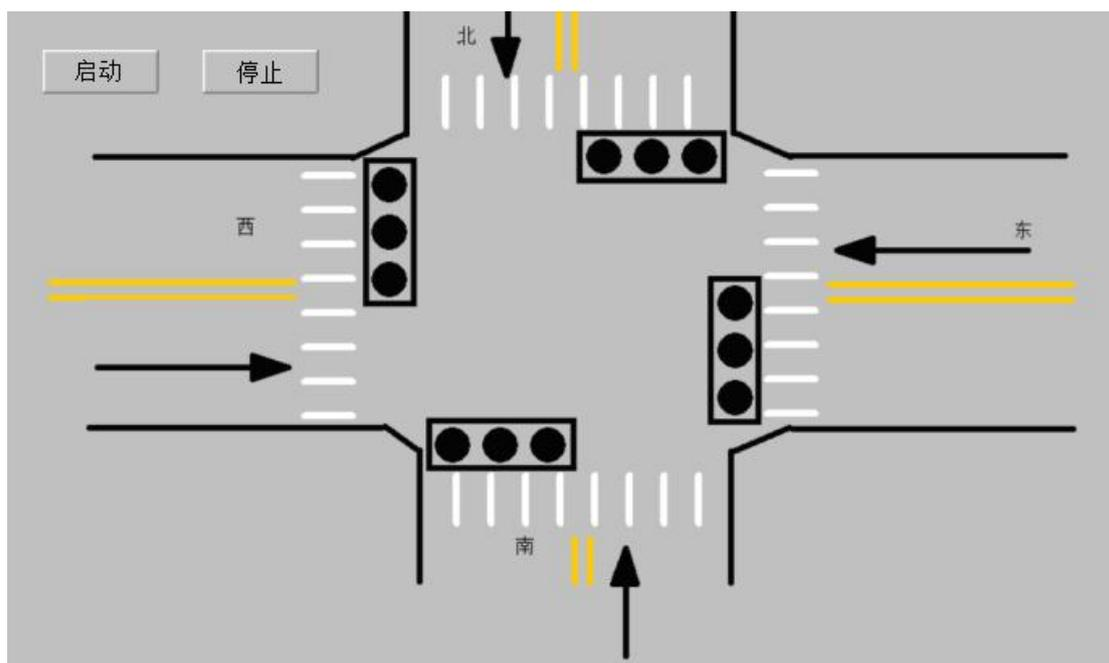

图 3-2-1 十字路口交通灯组态界面
- ② 进行上位机设备组态，完成通讯测试；
- ③ 分析该项目的工作过程；
- ④ 根据控制要求，画出 PLC 的 I/O 地址分配表、PLC 接线图；
- ⑤ 完成 PLC 的 I/O 口的连线；
- ⑥ 设计梯形图程序；
- ⑦ 调试运行程序，将编译无误的控制程序下载至 PLC 中进行通电调试(通电调试可以利用发光二极管进行模拟调试)；
- ⑧ 请利用组态王软件在 D 盘新建工程，并将工程以自己的名字进行命名；
- ⑨ 要求组态王通过计算机 COM1 口使用编程线与三菱 FX2NPLC 进行通讯，建立设备组态；
- ⑩ 按照 PLC 程序设计完成 IO 清单；
- ⑪ 建立画面名称：十字路口交通灯；显示宽度及画面宽度：1000；显示高度及画面高度：600；类型：覆盖式；
- ⑫ 十字路口交通灯画面绘制如图 3-2-1 所示；